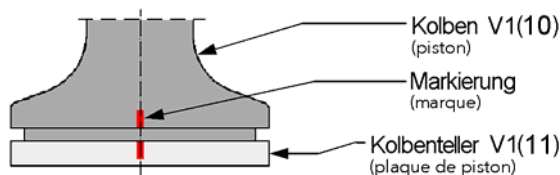

Fig. 4
- Visser manuellement la plaque de piston V1(11) sans la bague d'étanchéité dans le piston V1(10) jusqu'à la butée métallique.
- Procéder au marquage en couleurs des surfaces du piston (voir Fig. 4 page 8), puis démonter.
- Monter la bague d'étanchéité (D4) sur le piston V1(10) et visser manuellement la plaque de piston V1(11) dans le piston V1(10).
- Placer la clé à douille M1 sur le piston V1(10) (Fig. 3 page 8) et visser jusqu'à la butée métallique (Fig. 4 page 8).
- Monter le plateau de piston V2(12) sans la bague d'étanchéité dans le piston V2(13) jusqu'à la butée métallique.
- Procéder au marquage en couleurs sur les surfaces du piston (Fig. 4 page 8) puis démonter.
- Placer la bague d'étanchéité (D4) dans la plaque de piston V2(12) et la monter dans le piston V2(13).
- Visser le piston V2(13) dans le piston V1(10) jusqu'à la butée métallique.